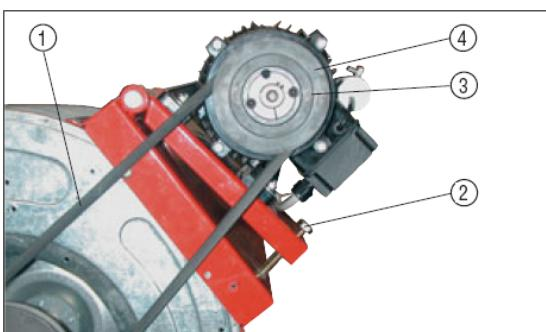

Fig. 1
- Dacă generatorul de aer cald are ventilatorul centrifugă montat și valoarea debitului de aer este diferită de debitul specific, trebuie să efectuați următoarele operații (Fig. 1):
- 2) deșurubați șurubul (2) al căruțelui motorului;
- 3) dați la o parte cureaua (1);
- 4) deșurubați șuruburile (3);
- 5) întoarceți partea mobilă (4) a roții de scripete deșurubând-o sau însurubând-o pentru a diminua sau crește rapiditatea rotației și deci, debitul de aer al ventilatorului;
- 6) blocați șuruburile (3);
- 8) repetați operațiile de la (1) la (7) până ce debitul de aer a ajuns la valoarea sa nominală.